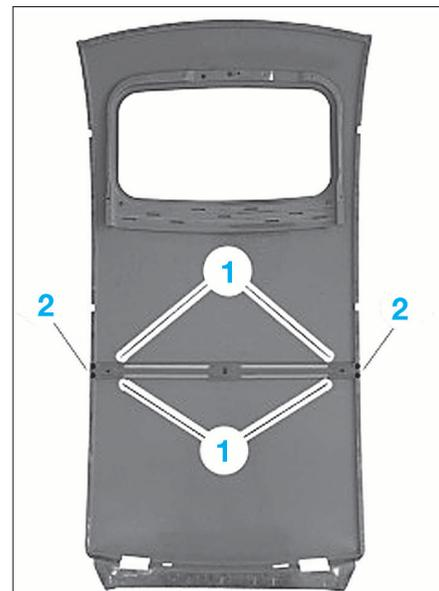

FIG. 127
- Appliquer de la colle à pare-brise sur le pavillon (1) (Fig.127) et coller la traverse centrale.